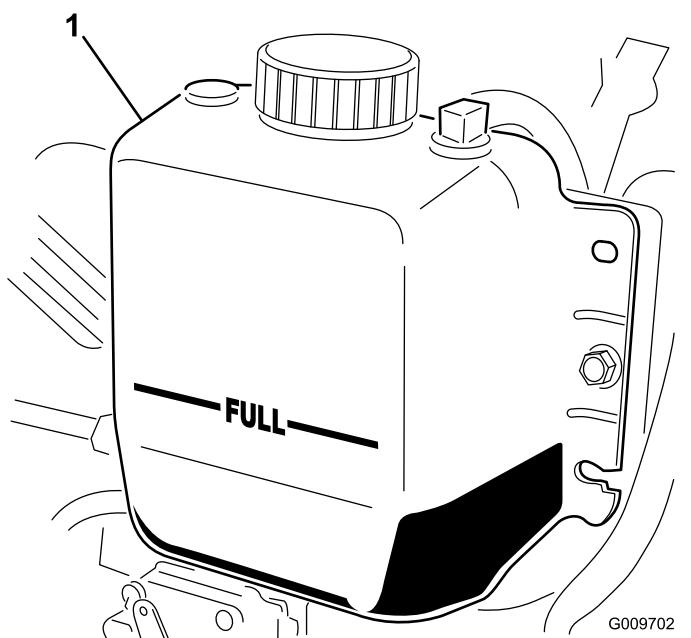

Bild 20
**Hinweis:** Der Kühler sollte bis zur Oberseite des Einfüllstutzens und das Ausdehnungsgefäß bis zur Voll-Markierung gefüllt sein (Bild 20).